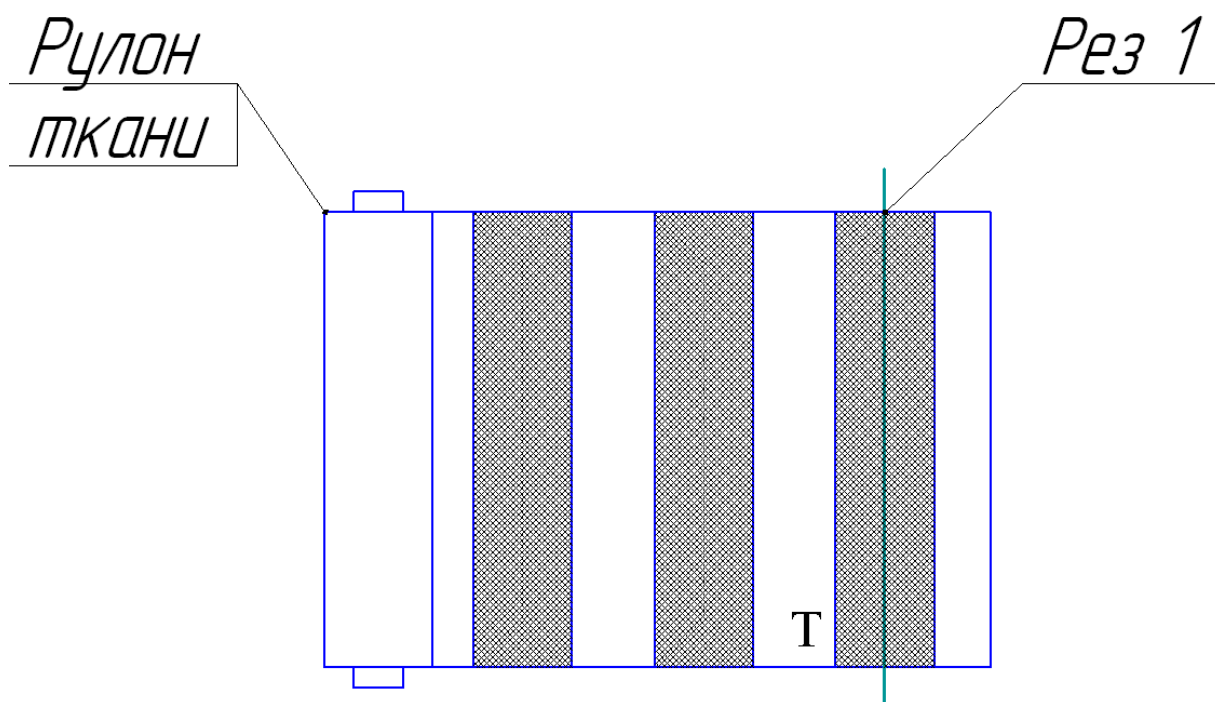

Рис. 3.1
3.1. Произвести первый рез таким образом, чтобы линия реза была параллельна полосе ткани и проходила по ней. При этом необходимо стараться отрезать минимальное кол-во ткани. Пометить этот край ткани буквой «Т» (край, который будет крепиться на трубу); (рис.3.1).